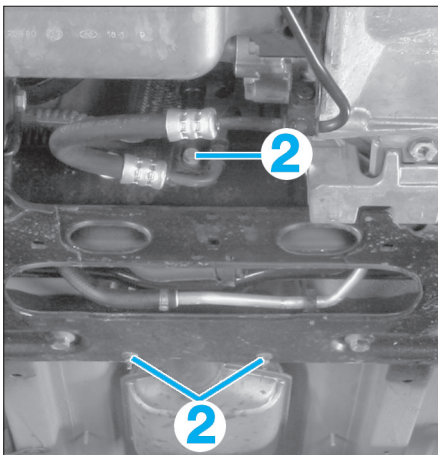

FIG. 10
- Déposer les vis et écrous (2) (Fig.10).